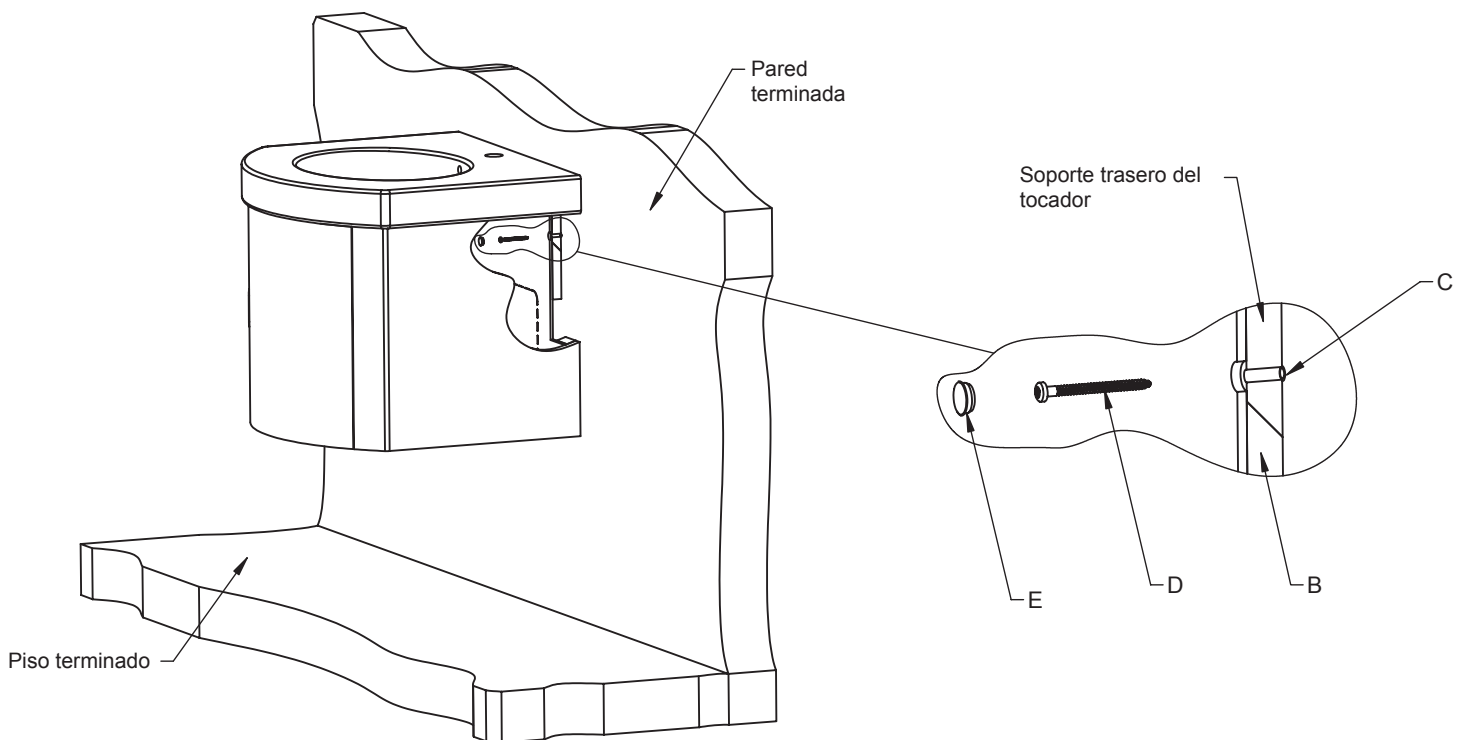

Figura 4
- o Coloque temporalmente el **tocador (A)** y las otras unidades deseadas previamente fijadas en un lugar adecuado en la pared.
- o **NOTA:** Alinee el soporte trasero del tocador con el soporte de madera para la pared (B) de manera que la unidad cuelgue sobre el piso y quede al ras contra la pared.
- o Marque los agujeros en la parte trasera del **tocador (A)** y de la otra unidad para colocar los **anclajes (C)**.
- o Retire el **tocador (A)** y la otra unidad de la pared y taladre los agujeros marcados. Luego inserte los **anclajes (C)**.
- o Coloque el **tocador (A)** y la otra unidad deseada a la pared y alinee todos los agujeros. Luego fíjelo usando los **tornillos de pared (D)**.
- o Use la **cubierta de agujeros (E)** para cubrir los agujeros visibles del **tocador (A)**.
- o Vea la **figura 4**.